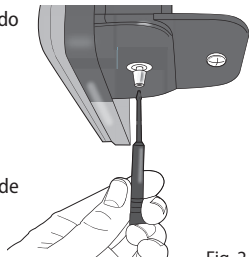

Fig. 2
2. Con cuidado, inserte el destornillador pequeño en el vástago hasta sentir resistencia; lentamente gire el destornillador, usted sentirá que el destornillador se conecta con los surcos en el mecanismo de ajuste del reloj, Fig 2.